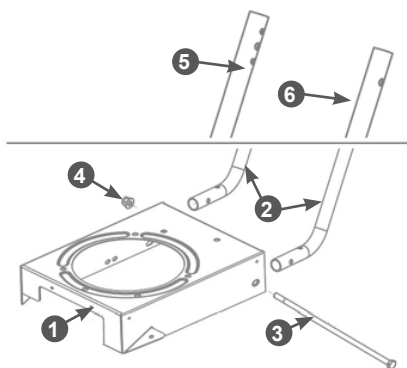

Рис. 3 Установка стоек рабочих рукояток
2. Вставьте в раму 1 мотокультиватора стойки 2 рабочих рукояток (Рис. 3). Совместите отверстия в раме, корпусе редуктора и стойках, вставьте в отверстие болт 3 и закрутите гайку 4 (Рис. 3).
Стойки рабочих рукояток (левая и правая) отличаются. Устанавливать стойки рабочих рукояток на раму нужно так, чтобы стороны стоек с тремя отверстиями были обращены друг к другу (Рис. 3).